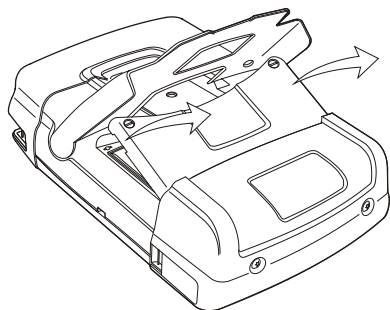

Abbildung 48. Abnehmen der Akkufachabdeckung
4. Heben Sie die Akkufachabdeckung an, und entfernen Sie sie (Abbildung 48)